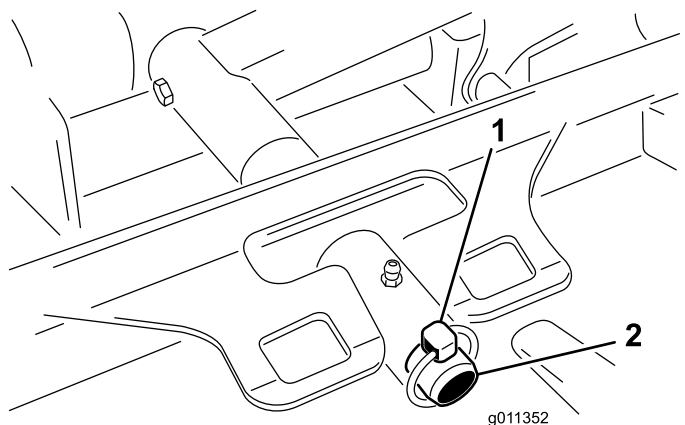

Figura 93
3. Îndepărtați cuiul de osie (pentru mainile Groundsmaster 4500) sau piulia de fixare (pentru mainile Groundsmaster 4700) care fixează cadrul de susinere al unității de tăiere pe tiftul de pivotare al braului de ridicare (Figura 93).
2. Glisai cadrul de susinere al unității de tăiere pe tiftul de pivotare al braului de ridicare (Figura 93). Fixai unitatea de tăiere pe tift cu cuiul de osie (pentru mainile Groundsmaster 4500) sau piulia de fixare (pentru mainile Groundsmaster 4700).